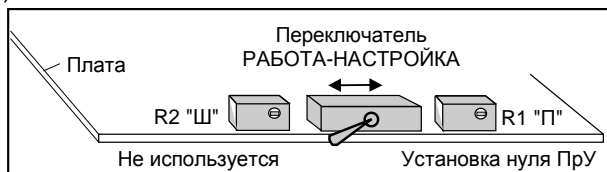

Рисунок 7
4.1.1 Снять крышку окна БОДа, открывающую доступ к регулировочным резисторам и переключателю РАБОТА - НАСТРОЙКА (см. рисунок 7).